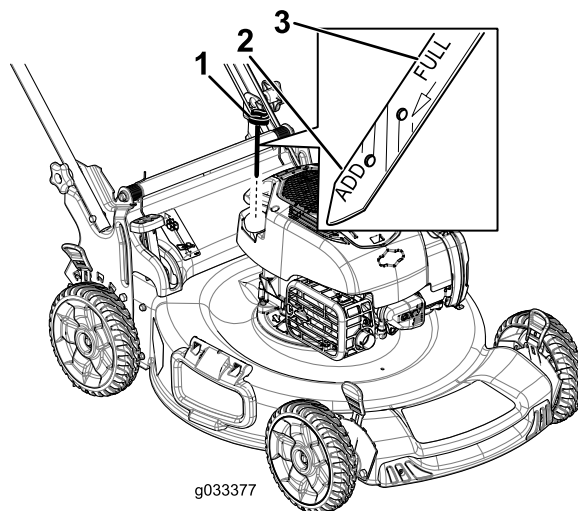

**Figura 20**
3. Girate il tappo in senso antiorario ed estraete l'asta di livello (Figura 20).
10. Controllate il livello dell'olio sull'asta (**Figura 20**).